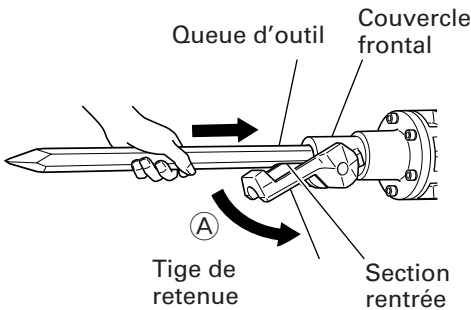

Fig. 5
- (1) Nettoyer la tige de l'accessoire, puis l'enduire de graisse ou d'huile de machine.
- (2) Déplacer la retenue sur la position ouverte (A). Aligner la tige de l'accessoire de façon que la section renrrée se trouve sous la bride, et insérer l'accessoire tel qu'une pointe à broyer, un cutter, etc. dans l'orifice hexagonal du couvercle avant (voir Fig. 5).